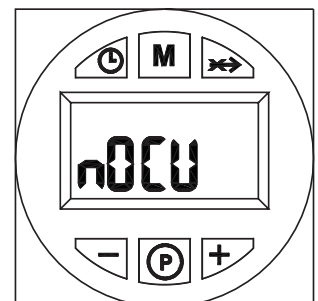

fig. 5
- Timp de câteva secunde ar putea apărea "nOCU" (fig. 5)